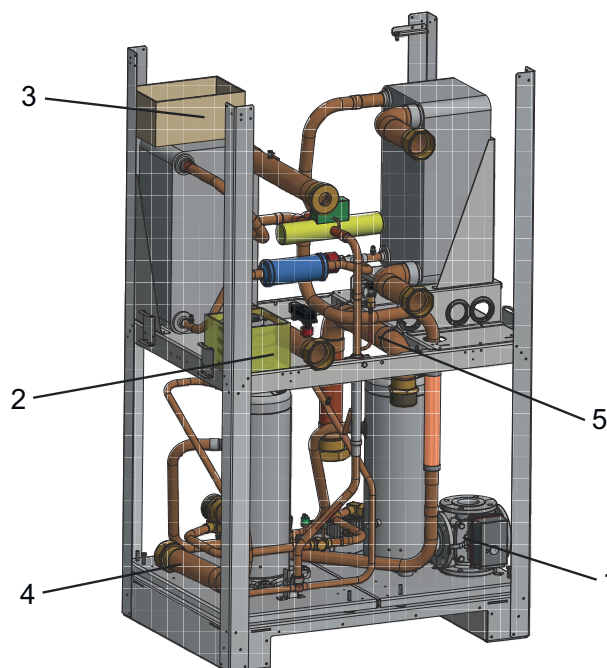
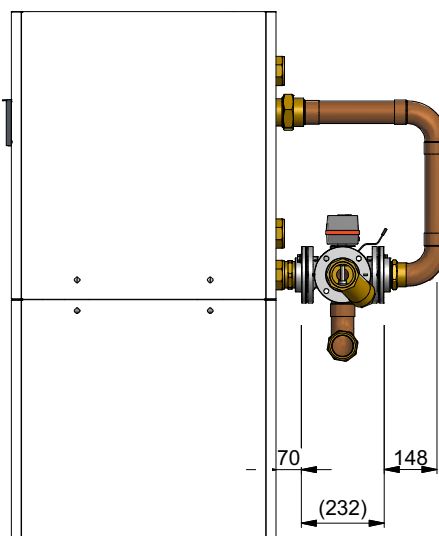

Fig. 7.1:
Fig. 7.3:
La vanne d'inversion hydraulique 4 voies (1) pré-montée avec le servomoteur est fixée sur la plaque de base avec 3 équerres de fixation. Les équerres de fixation doivent être retirées, le joint de bride placé sous la vanne d'inversion 4 voies devant être utilisé (voir Fig. 7.1 - page 6). Des joints de bride supplémentaires se trouvent dans la pochette contenant les brides filetées accompagnant l'appareil (2). Les éléments de raccordement sont rangés avec le filtre de protection dans le carton de livraison (3) sur l'échangeur thermique à plaques. Un ensemble tuyau pré-monté (4) se trouve sur la plaque de base et un autre ensemble tuyau (5) est fixé dans la partie supérieure sur un élément de tôle. Ces ensembles tuyaux doivent être raccordés avec les brides filetées comme cela est représenté dans la Fig. 7.3 - page 7.
Durant cette opération, veiller à obtenir les cotes d'espacement montrées dans la Fig. 7.3 - page 7 en procédant à l'étanchement entre le manchon double et la bride filetée sur la pompe à chaleur d'un côté, et entre l'ensemble tuyau " Départ eau de chauffage " et la bride filetée de l'autre côté. Une fois la position de montage requise atteinte, les brides doivent être reliées à la vanne d'inversion hydraulique 4 voies avec les joints fournis au moyen de vis, rondelles et ressorts-bagues.